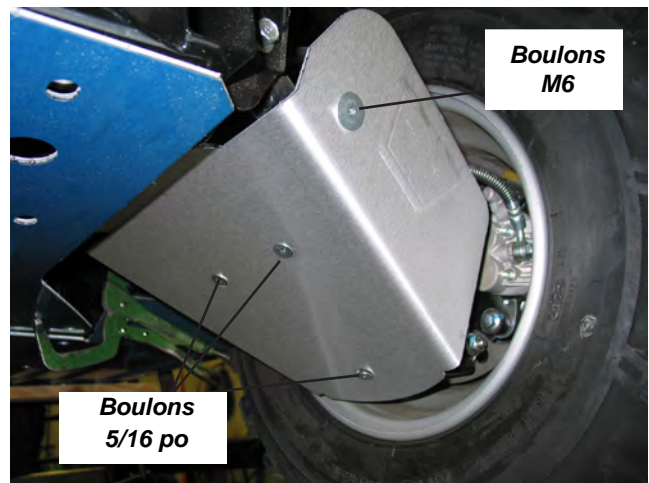
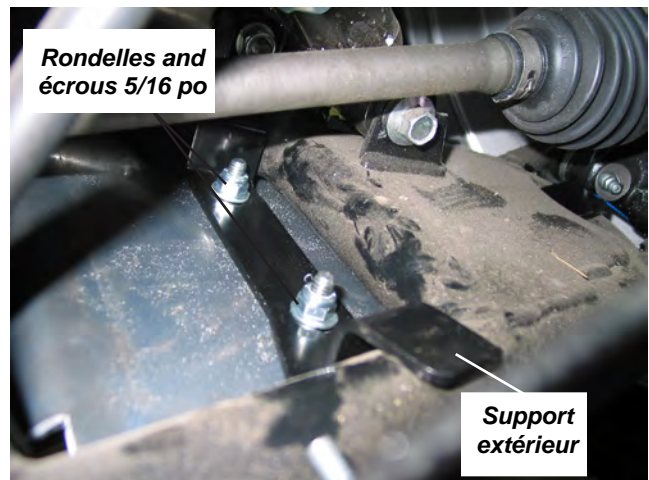

Figure 4
Figure 5
5. Fixez la protection sur la bride arrière du bras triangulaire à l'aide de boulons M6 (B5). Évitez de serrer. **(Figure 4)**
- Fixez le support (A3) à la protection (A1) en installant des boulons 5/16 po (B3) avec rondelles (B1) et écrous de blocage (B2) tel qu'indiqué. Évitez de serrer. (**Figure 4 en Figure 5**)